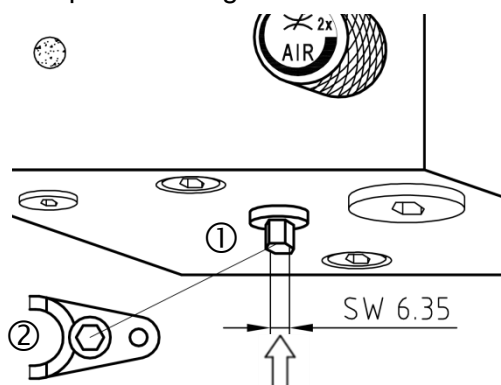

Abb. 18: Entlüftungsschraube ① an Unterseite Dosierblock – Werkzeug ② mit Innensechskant
8.2.2 Entlüftungsschraube (Abb. 18 ①) an der Unterseite des Dosierblockes von Hand oder mit dem Betriebswerkzeug (Abb. 18 ② SW 6.35) ca. 2 Umdrehungen öffnen und den Schmierstoff so lange ablassen, bis dieser blasenfrei austritt (Dauer: Ca. 5 Sekunden); danach wieder vollständig schliessen. Zudrehen von Hand ist ausreichend (O-Ring Hemmung). Um das hydraulische System zu spülen oder den Behälter zu entleeren, kann die Entlüftungsschraube komplett herausgeschraubt werden.